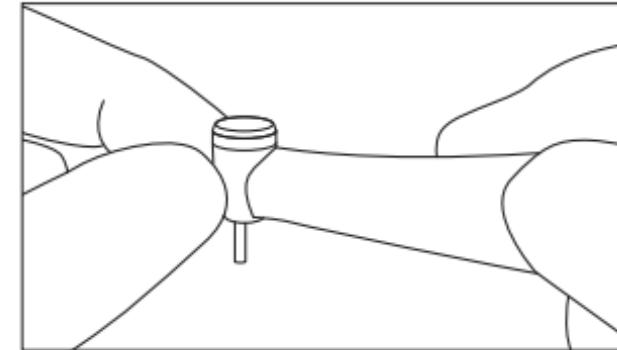

Fig. 5
- 5) Despues de que la rotación de la pieza de mano se haya detenido completamente, toque el cabezal de la pieza de mano para confirmar que no está anormalmente caliente (Fig. 5).